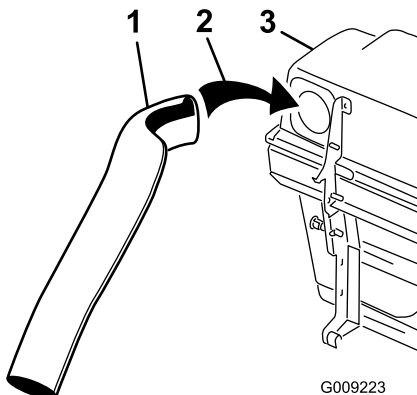
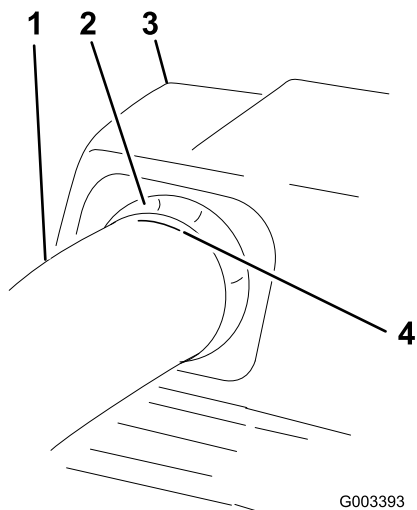

Figura 22
Figura 24
5. Instale o tubo superior na abertura do depósito de recolha de relva e puxe-o para trás de forma a que o vedante de borracha saia de (Figura 22 e Figura 24).
7. Assim que se alcançar a medida de 19 mm, marque o tubo superior no lado da saída onde o vedante de borracha sair. Isto é marcado para assegurar a posição correcta do tubo superior quando perfurar os orifícios e ligar os tubos superior e inferior (Figura 24).